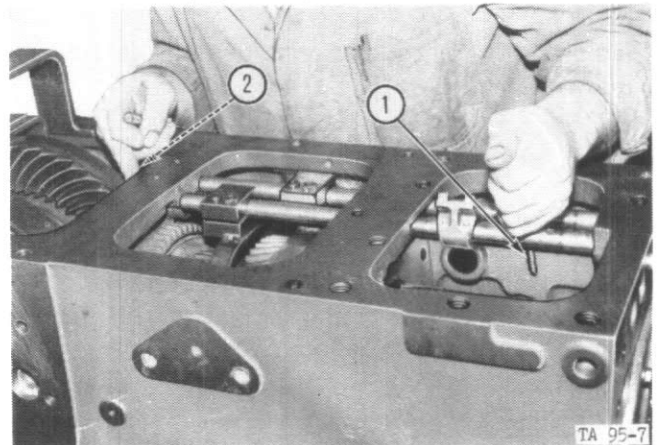

Figure 44
A la dépose des coulisseaux, commencez toujours par celui situé vers l'intérieur (arrière et gamme champ). Retirez les goupilles élastiques pour libérer les fourchettes et les blocs de guidage puis poussez le coulisseau vers l'avant hors du carter (figure 44).
Prendre soin de ne pas laisser échapper les billes de verrouillage et de positionnement (2) Fig. 44.